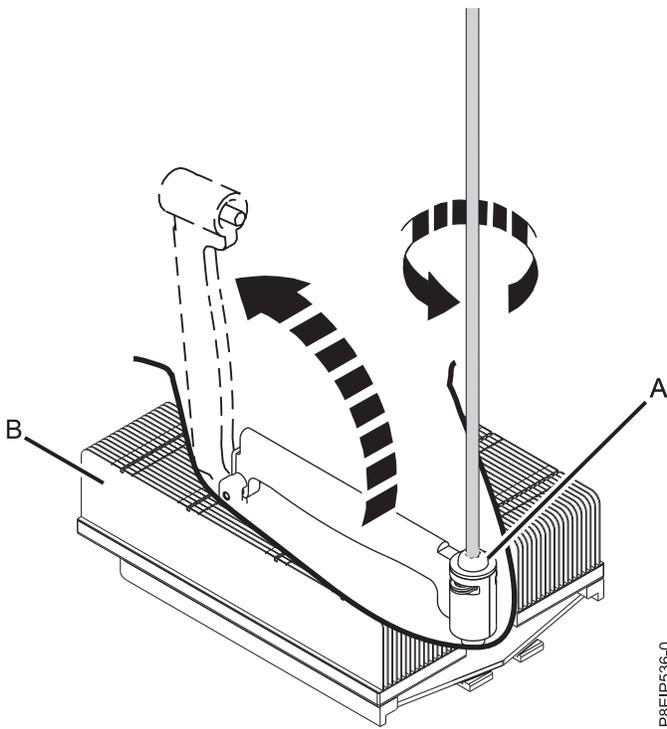

Abbildung 48. Halteschraube am Kühlblech lösen
4. Lösen Sie die Halteschraube (A) am Kühlblech des Systemprozessors (B) mithilfe eines #3 Kreuzschlitzschraubendrehers. Die Halteklammer wird in die in Abb. 48 dargestellte Richtung nach oben gedreht.